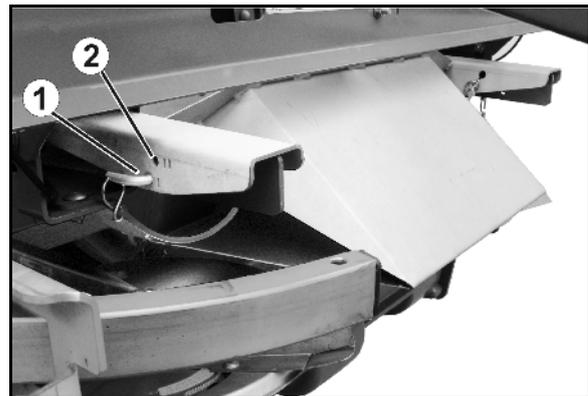

Fig. 43
2. Grabenstreuen nach Düngeverordnung (Fig. 43):